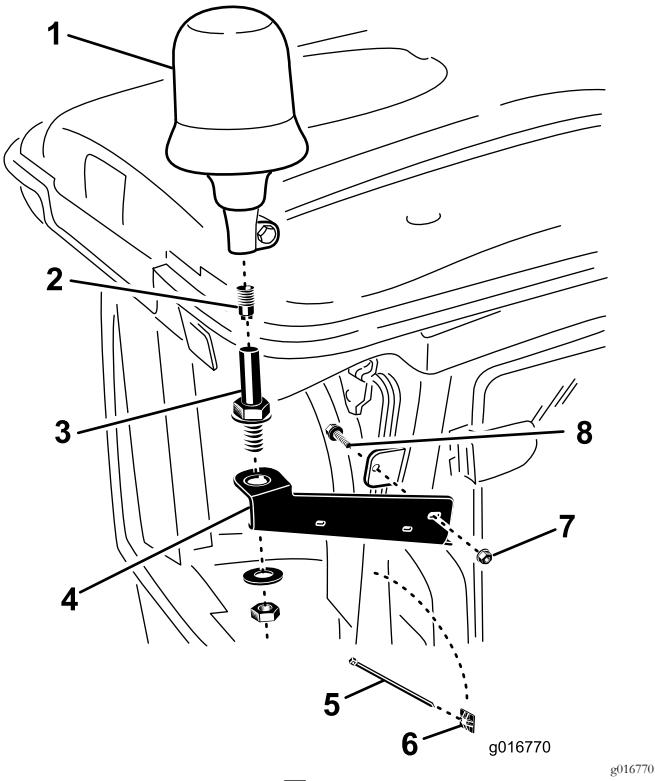

図 9
2. ビーコン用ブラケットキャブ用をキャブのフレームの右側後ろ角部のタブに取り付けるボルト3/8 x 1インチ1本とナット3/8インチで図9のように取り付ける。まだ本締めしないこと。
3. ビーコンのソケットからビーコン用コネクタを外す図 9。
7. ビーコン用ブラケットにソケットを取り付ける付属のジャムナットを使用する図 9。
8. ビーコンをソケットに接続し、蝶ナットで固定する図 9。
10. コーナーポストにパッド2枚を貼り付け、ケーブルタイを使ってワイヤハーネスをパッドに固定する図 9。